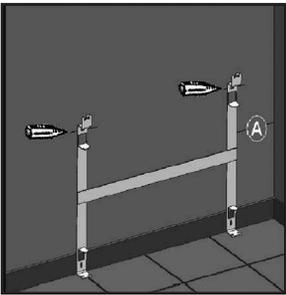

fig. 1
1. Presentar el soporte mural en el suelo en la posición en que lo vamos a colocar, marcando en la pared el agujero superior del tornillo en el soporte a ambos lados. (fig. 1)
Tabla de medidas mínimas para colocación de soporte. (fig 1 pag. anterior)
MODELO	MEDIDA FIJACION A (fig.1)